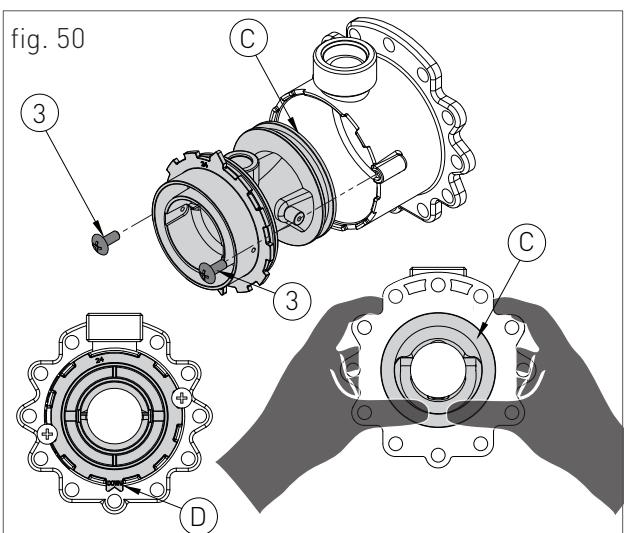

fig. 50
- › retirer les deux vis '3' (fig. 50) et faire pression sur le côté arrière du venturi 'C' (fig. 50) ;
- › remplacer le corps du venturi par celui adapté au type du gaz fourni (code 30-00230 pour le gaz naturel / code 30-00229 pour PROPANE) et s'assurer que la dent 'D' (fig.50) est réglée vers le bas sur l'écrou à anneau en aluminium (voir fig.50) ;